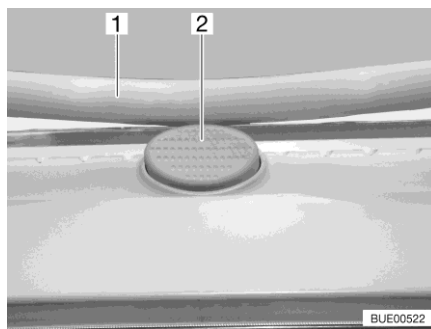

Bild 27 Låsknapp (Heki-taklucka)
- Tryck på låsknappen (Bild 27,2) och dra ner bygeln (Bild 27,1) med båda händerna.
- Tryck bygeln uppåt med båda händerna tills bygeln ligger ovanför låsknappen (Bild 27,2).